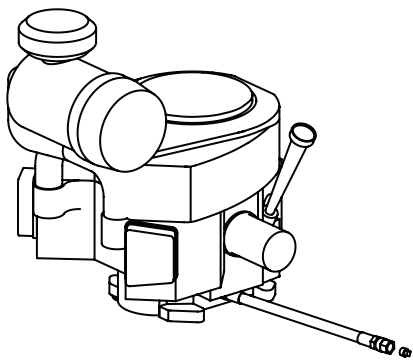

Figura 21
- Ubique la manguera de drenaje de aceite del motor (Figura 21).
- Mientras sostiene el extremo libre de la manguera de drenaje de aceite sobre el recipiente de recolección de aceite, desenrosque el tapón de la manguera del extremo de la manguera (Figura 21). Drene el aceite del motor dentro del recipiente.